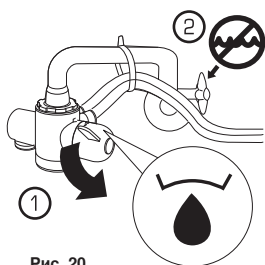

Рис. 20
3. Переключите ручку в положение "неочищенная вода" ①, рис. 17В или 17С, затем выключите кран холодной воды ② (рис. 20).